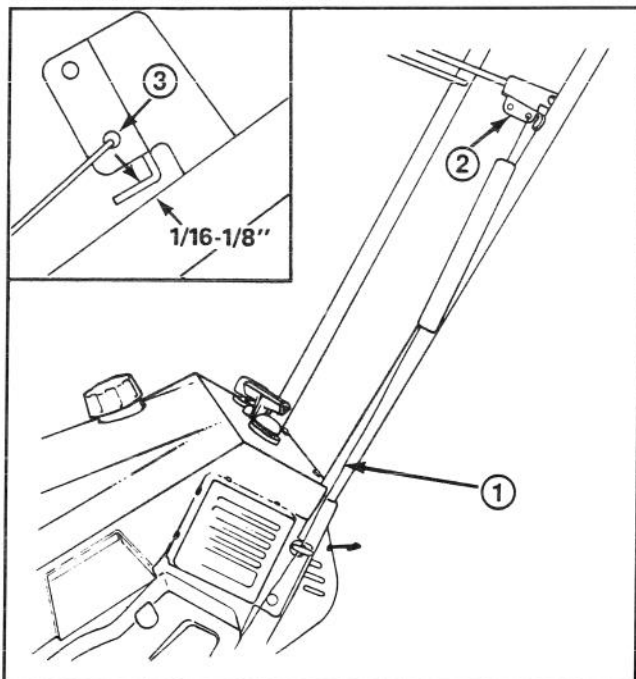

Figure 9
### REGLAGE DE LA BARRE DE COMMANDE (Fig. 9 et 10)
2. **VERIFICATION DU REGLAGE** (Fig. 9)—Ramenez la barre de commande en arrière vers le mancheron jusqu'à ce que le câble soit de nouveau tendu. L'écartement entre le support de la barre de commande et le mancheron devrait être d'environ 1/16-1/8" (1,59 mm - 3,18 mm). Si le câble est trop lâche ou trop serré, procédez à l'étape 3 pour la procédure de réglage.